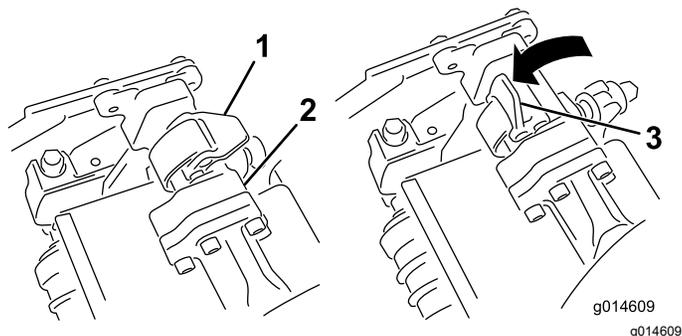
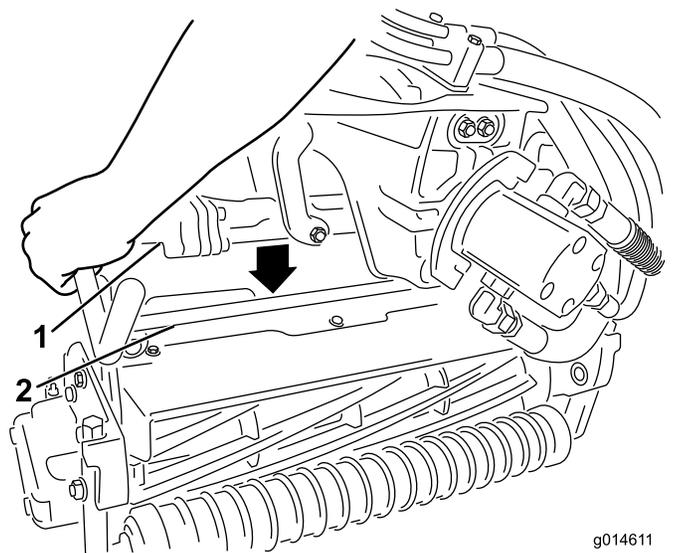

Рисунок 53
Рисунок 54
4. Откройте защелки на штанге рычага подвески (Рисунок 53), нажмите на рычаг подвески вниз так, чтобы он сел на оба рычага угла продольного наклона режущего блока, и убедитесь, что защелки переместились под поперечную штангу режущего блока (Рисунок 54).
5. Опустите защелки и поверните вокруг стержня режущего блока и заблокируйте их (Рисунок 53).
6. Откройте защелки на штанге рычага подвески режущего блока, который необходимо снять (Рисунок 53).